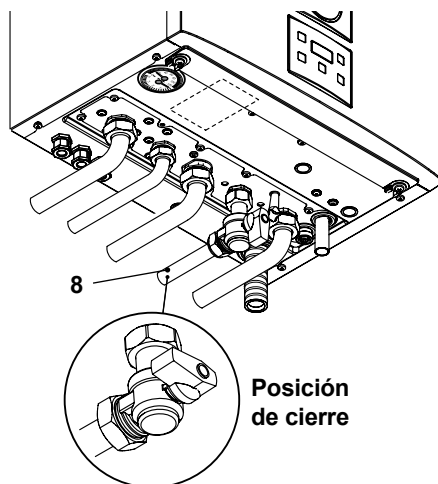

Figura 9.5
- Cierre la llave 8 (Figura 9.5) de entrada del agua sanitaria.